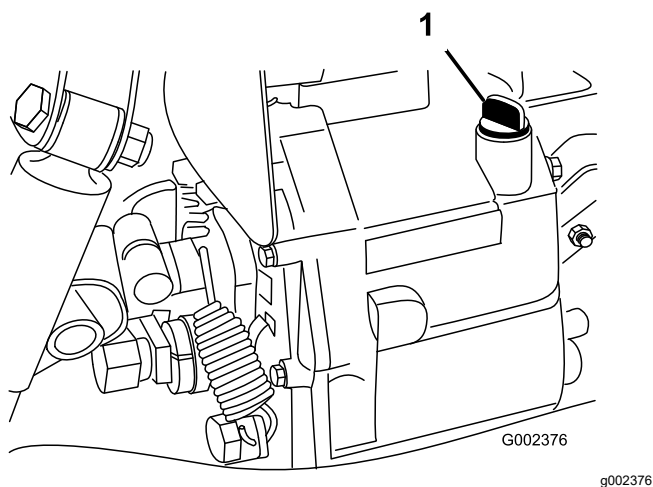

Figura 19
2. Limpie la zona alrededor de la varilla (Figura 19).